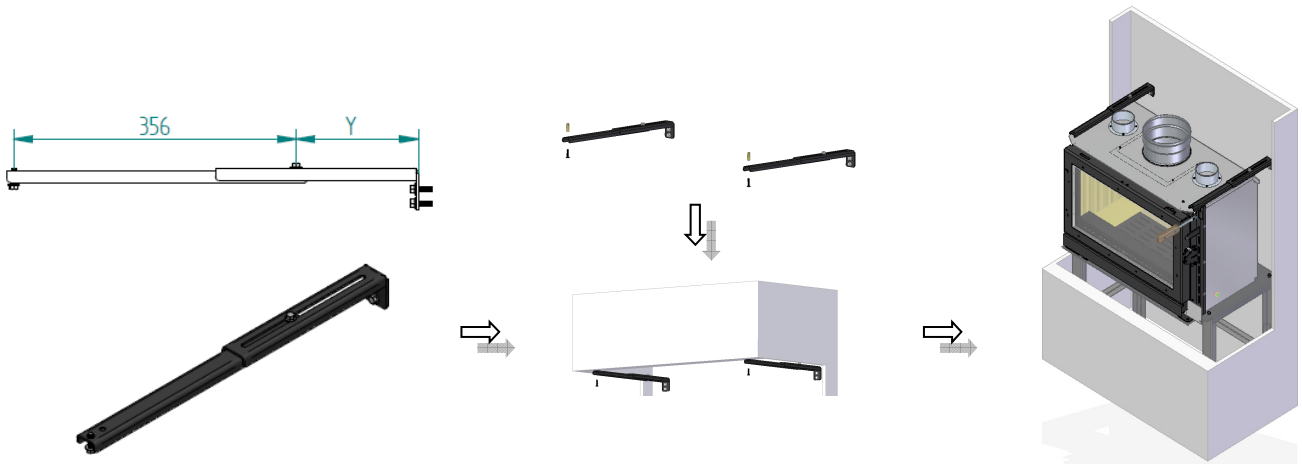

Figura 9 – Montagem apoios superiores - PA1090G053
8. Para aplicar os apoios superiores, antes de os fixar na parede, deve uni-los cá fora de acordo com a medida que mostra a Figura 9. A medida “Y” é a distância que o suporte irá ter á parede de fixação, esta medida deverá tirá-la no local a instalar para posteriormente poder apertar o conjunto de fixação.